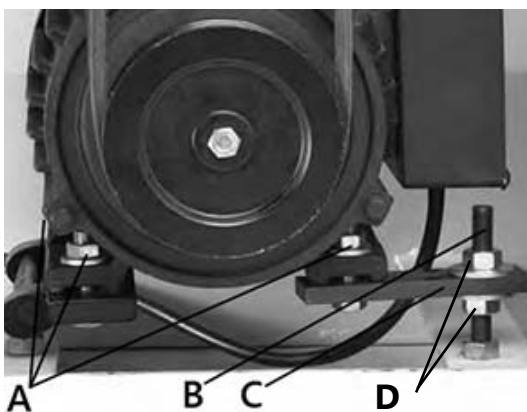

Рисунок 23.
Для замены, отключите станок от сети. Откройте дверцу С (рис. 18), ослабьте крепеж В на пластине натяжения С, которая крепит электродвигатель к кронштейну (рис. 23).
- Чтобы настроить натяжение ремня, гайки D (рис. 23), чтобы передвигать основание электродвигателя вверх или вниз до тех пока не получите отклонение в 12 мм, как написано в предыдущем пункте.
Ослабьте крепеж А, который крепит электродвигатель к кронштейну (рис. 23). Передвигайте электродвигатель горизонтально пока шкив ножевого вала не выровняется со шкивом электродвигателя.